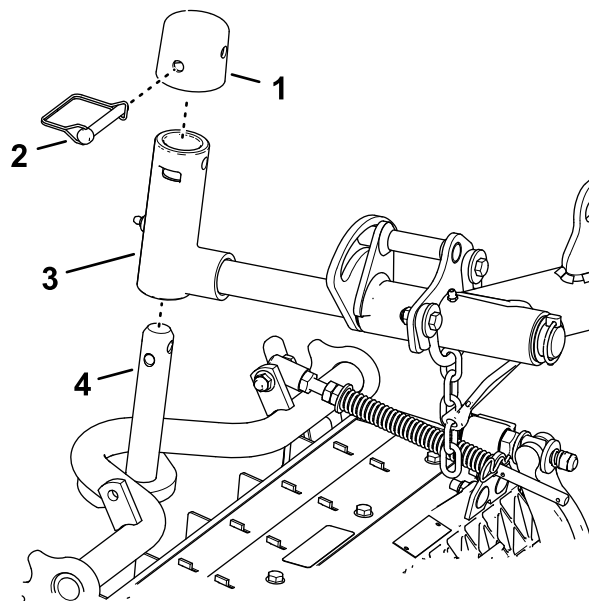

Рисунок 17
1. Подведите режущий блок под подъемный рычаг (Рисунок 17).
Фиксация оси поворота режущего блока для скашивания травы на склоне холма – заблокируйте оси поворота режущих блоков для предотвращения поворота режущих блоков вниз по склону во время скашивания поперек склона холма. Используйте отверстие в поворотной втулке (Рисунок 17) для фиксации режущего блока. Используйте паз для поворота режущего блока.